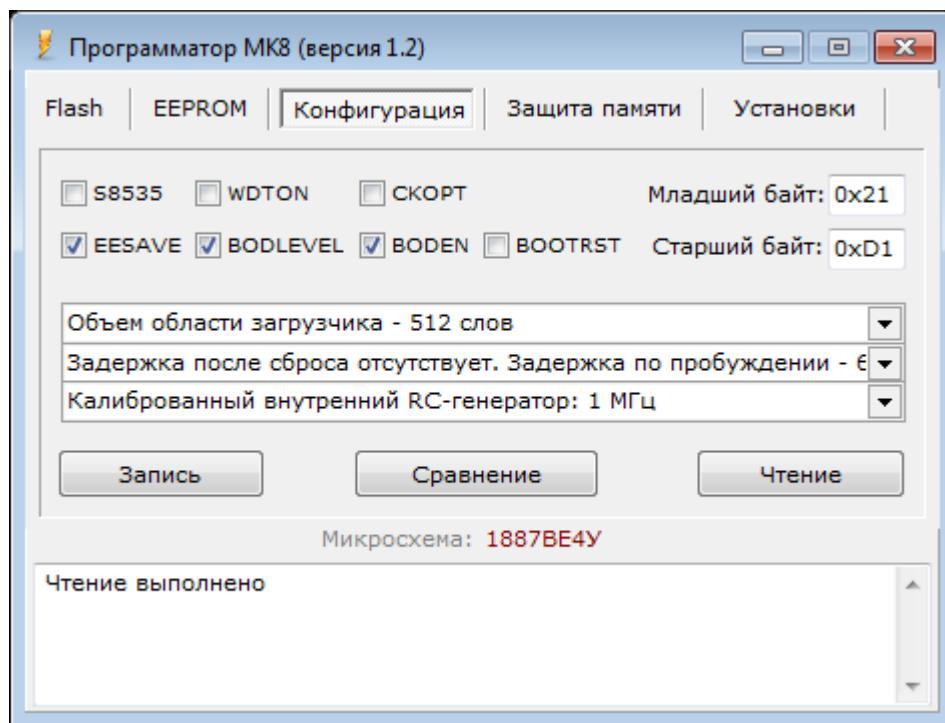

Рисунок 7 – Успешно выполненное чтение конфигурации микроконтроллера
5.11 Если процедура чтения выполнена успешно (в информационном поле появилось сообщение “Чтение выполнено”, см. рисунок 7), это означает, что выбрана оптимальная скорость работы.